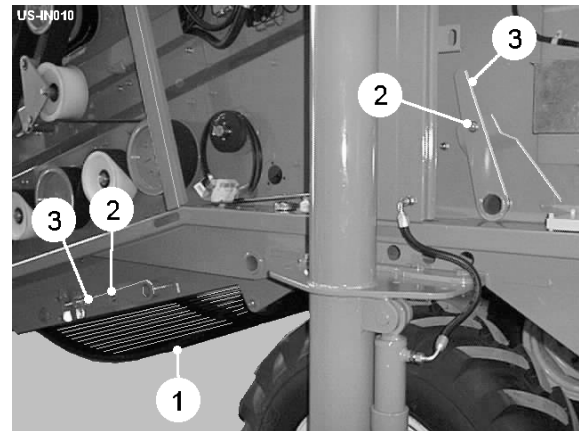

Fig 9
Der underweb (item 1, fig 9) unter den Sternen Übertragungen die Steine und der Klumpen zum Fließband. Eine Auswahl von Gürteln ist verfügbar, veränderlichen Bedingungen zu passen. Front und rückwärtigen Agitatoren wird gepaßt, die entschlossen sein können, zuzunehmen, / Abnahme die Menge von Gürtelagitation. Sich einzustellen, die Schrauben (item 2, fig 9) zu entfernen und die Agitatorenhebel zu (item 3, fig 9) der erforderlichen Position zu drehen. Die Agitatorenhebel im Uhrzeigersinn zu drehen, vermindert die Agitation.